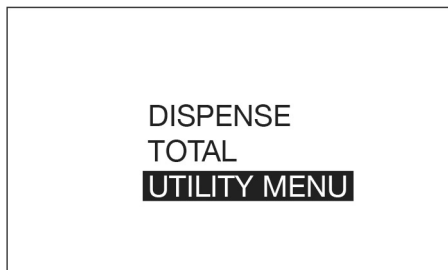

图 23
3. 使用键盘上的向上或向下箭头按钮高亮显示实用程序菜单（图 23），然后按键盘中央的 ENTER 按钮选择“实用程序菜单”选项。